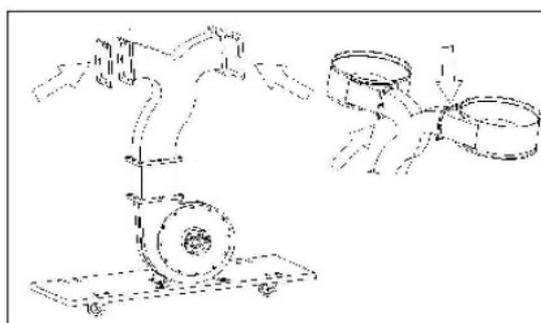

Fig 5
Installer derefter de to opsamlere (C) og to pakninger (I) til udløbet som vist i fig. 5.